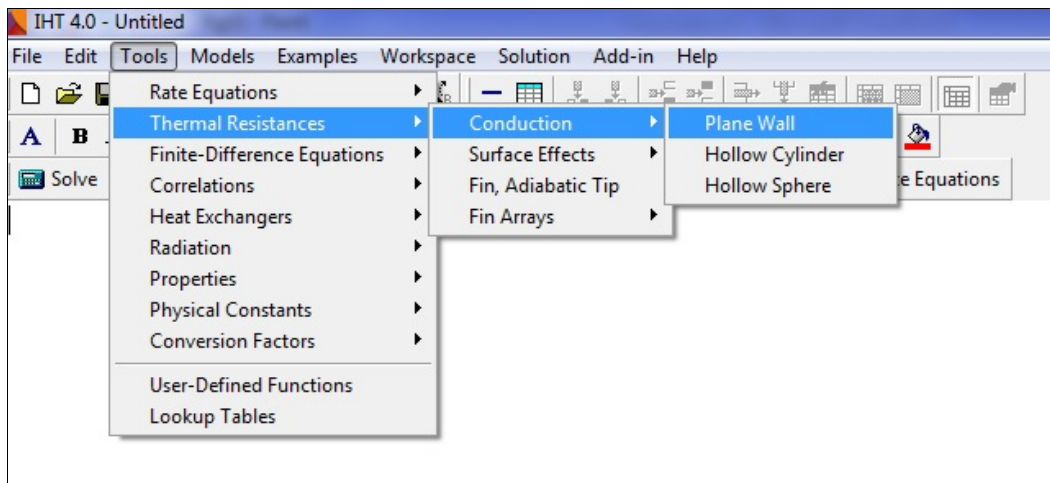
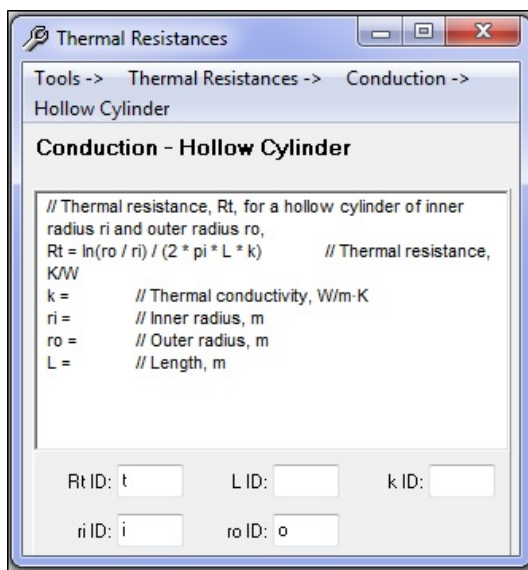
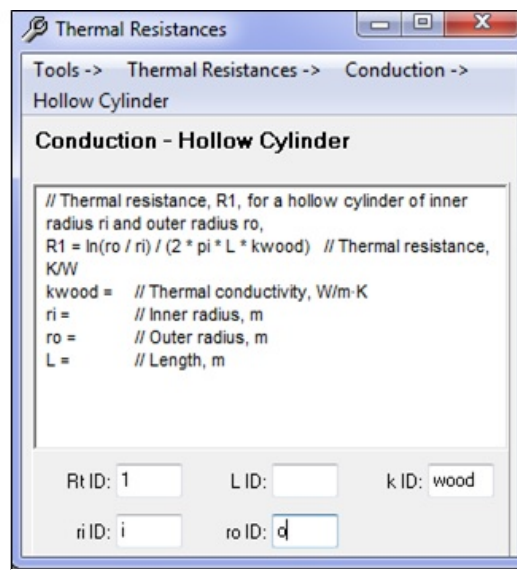

Figure 12 : Fenêtre Résistances thermiques.
Figure 13 : Conduction – fenêtre de résistance thermique d'une sphère creuse.
Figure 14 : Conduction – fenêtre de résistance thermique d'une sphère creuse avec IDs spécifiés.
La conduction dans les systèmes de coordonnées cartésiennes, radiales et sphériques, et les équations de résistance de convection et d'échange de rayonnement sont fournies. De plus, des équations de résistance pour une seule ailette à section uniforme et des réseaux d'ailettes rectangulaires et annulaires sont incluses. Choisissez la commande **Thermal Resistances** dans le menu **Tools** pour activer la fenêtre **Thermal Resistances** montré dans la Figure 12. Cliquez sur l'équation de résistance que vous voulez ajouter à votre espace de travail. Une fenêtre d'équation de résistance similaire à la Figure 13 apparaîtra. Remplissez les identifiants que vous souhaitez utiliser comme indices, puis double-cliquez et glissez-déposez les équations de résistance dans votre espace de travail. Notez que certaines variables attendent une définition. Elles peuvent être assignées à un nombre ou une corrélation dans votre espace de travail.
**Exemple:** Si vous voulez ajouter une équation de résistance de sphère creuse dans votre espace de travail, cliquez sur **Hollow Sphere** dans la fenêtre **Thermal Resistances** de la Figure 12. Une fenêtre de résistance de la sphère creuse apparaîtra comme le montre la Figure 13. La résistance  $R_t$ , le rayon intérieur  $r_i$ , et le rayon extérieur  $r_o$  ont des indices par défaut. Vous pouvez les conserver ou les modifier en tapant dans les boîtes ID. Ici on change la résistance pour être  $R_1$ , et assigne 'wood' pour être l'indice de conductivité (comme montré sur la Figure 14). Double-cliquez sur la zone de la fenêtre pour sélectionner les fonctions et faites glisser-déposer les fonctions dans l'espace de travail.